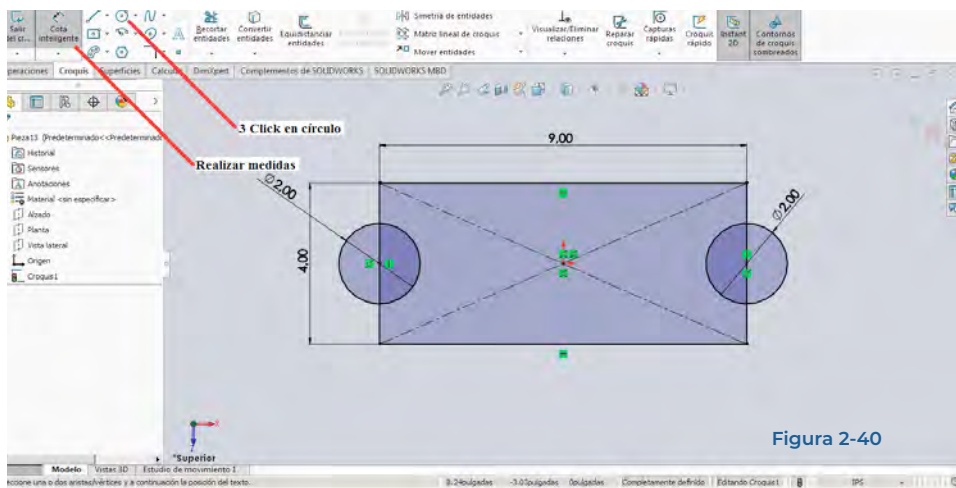

Figura 2-40
3. Click en la herramienta **Círculo** y se realiza el dibujo de dos de ellos con iguales medidas sobre las dos líneas verticales que del rectángulo construido como se muestra en la figura 2-40